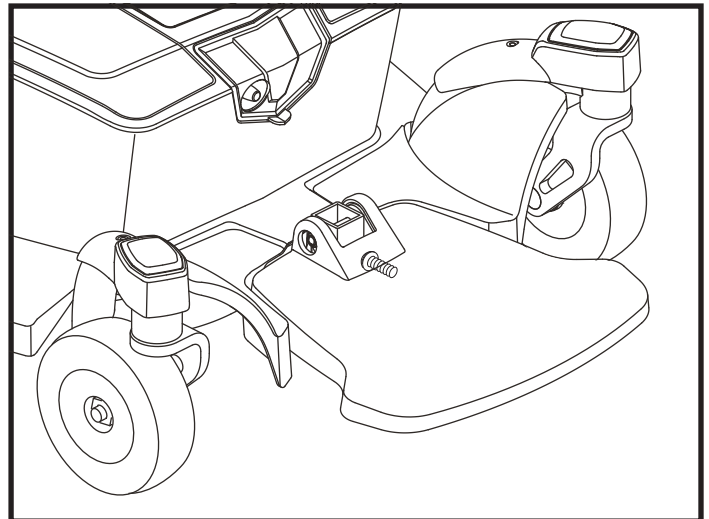

Figura 10. Regolazione pedana poggiapiedi
È possibile regolare l'angolazione della pedana poggiapiedi. **Vedere figura 10.**
2. Girare la vite di regolazione per sollevare o abbassare la parte anteriore della pedana. **Vedere figura 10.**